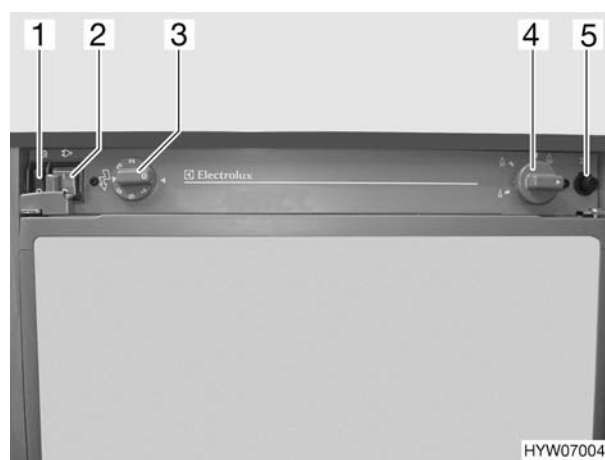

Fig. 88 Elementi di comando del frigorifero
- Posizionare l'interruttore 230 V  (Fig. 88,2) su "0".
- Posizionare l'interruttore 12 V  (Fig. 88,1) su "0".
- Spostare il pomello girevole (Fig. 88,4) sulla posizione di fiamma alta "  ", premerlo e mantenerlo premuto. Aspettare fino a che il gas non fluisce verso il bruciatore.
- Premere il pulsante di accensione (Fig. 88,5) due volte con forza a brevi intervalli.
- Posizionare l'interruttore 230 V  (Fig. 88,2) su "I".
- Impostare con il termostato del pomello girevole "H" (Fig. 88,3) la temperatura di refrigerazione desiderata fra "1" e "7".